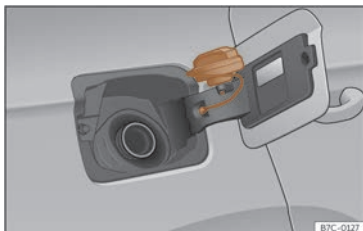

Fig. 176 Trappe à carburant avec bouchon ouvert.
- Placez le bouchon dans le logement se trouvant sur la charnière de la trappe à carburant ouverte >>> fig. 176.